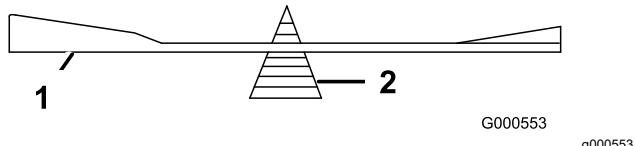

Figure 78
2. Vérifiez l'équilibre de la lame en la plaçant sur un équilibrage (Figure 78).